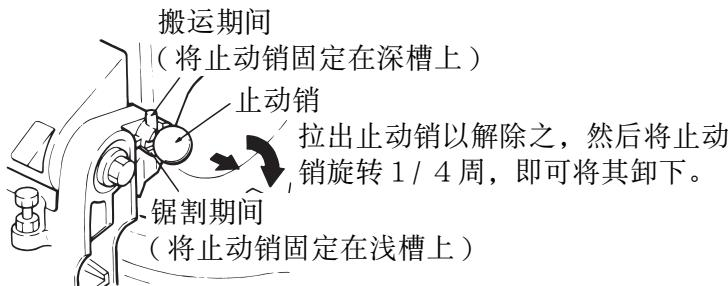

图 1
4. 本电动工具出厂时，可动零件被用止动销固定住。因此，请按图 1 所示方法将把手稍移动后拉出止动销。